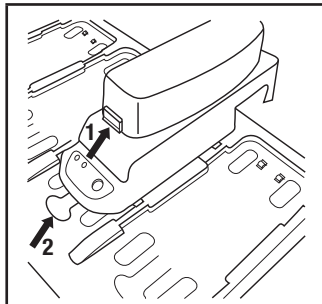

Fig. 3 – Remoção do berço
- Remoção: Solte a bateria do berço - para soltar, pressione a tecla azul na bateria e levante (Fig. 3, nº. 1).
- A série TR-640 pode permanecer ligada à TR-944N, se desejado. Para soltar o berço da base, pressione para baixo a tecla oval na base, deslize o berço para frente e levante-o para fora (Fig. 3, nº. 2). Cuidado para não beliscar os dedos, quando o berço deslizar para frente.